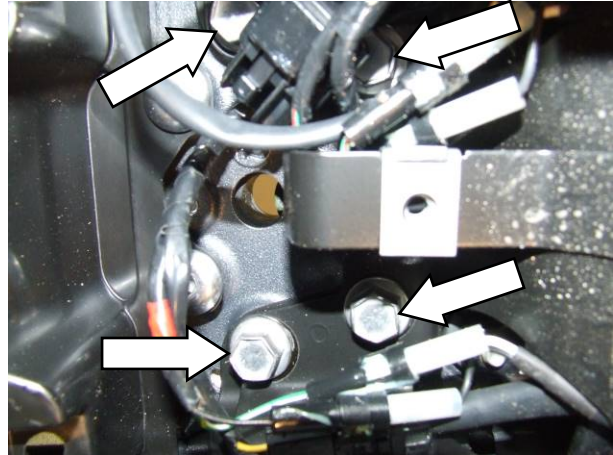

ABBILDUNG 2
- ENTFERNEN SIE DIE VIER SCHRAUBEN, DIE IN **ABBILDUNG 2** MIT PFEILEN MARKIERT SIND MIT EINEM 12mm STECKSCHLÜSSEL. DANACH DEN KENNZEICHENHALTER VORSICHTIG ABSETZEN.